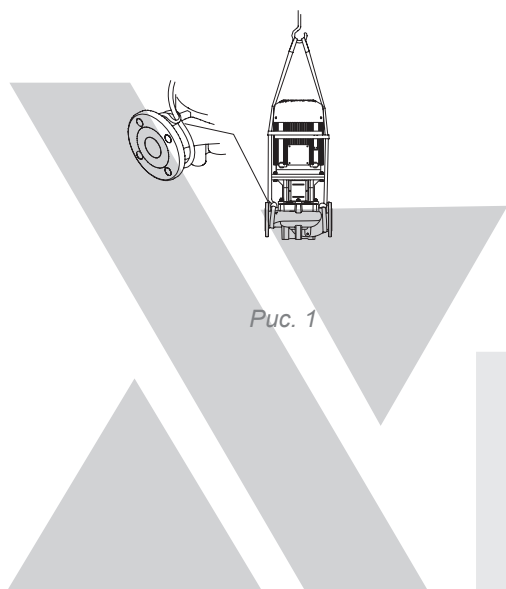

Рис. 1
- Для подъема краном насос следует обхватить подходящим ремнем, как показано на рисунке. Уложить ремень вокруг насоса в петли, которые затянутся под действием собственного веса насоса (Рис. 1).
- Проушины для транспортировки на электродвигателе служат только для задания направления при захвате груза (Рис. 1а).
- Проушины для транспортировки на электродвигателе служат только для транспортировки электродвигателя, транспортировка всего насоса с их помощью недопустима (Рис. 1б).
Рис. 1а
Рис. 1б